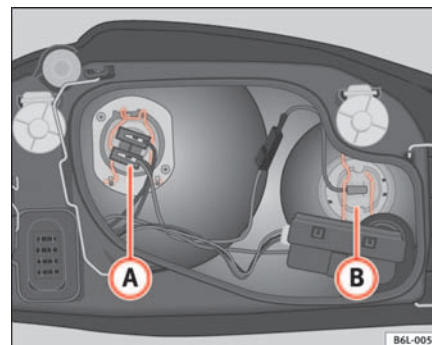

Fig. 141 Lámpara luz de cruce
- Extraiga el conector del cable de la lámpara Ⓐ ⇒ fig. 141